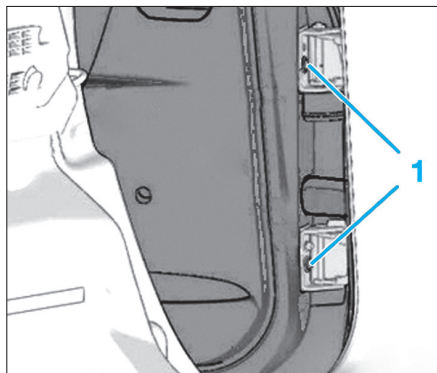

Fig. 68
- Placer un support sous la porte et déposer les vis de fixation (1) (Fig.68).